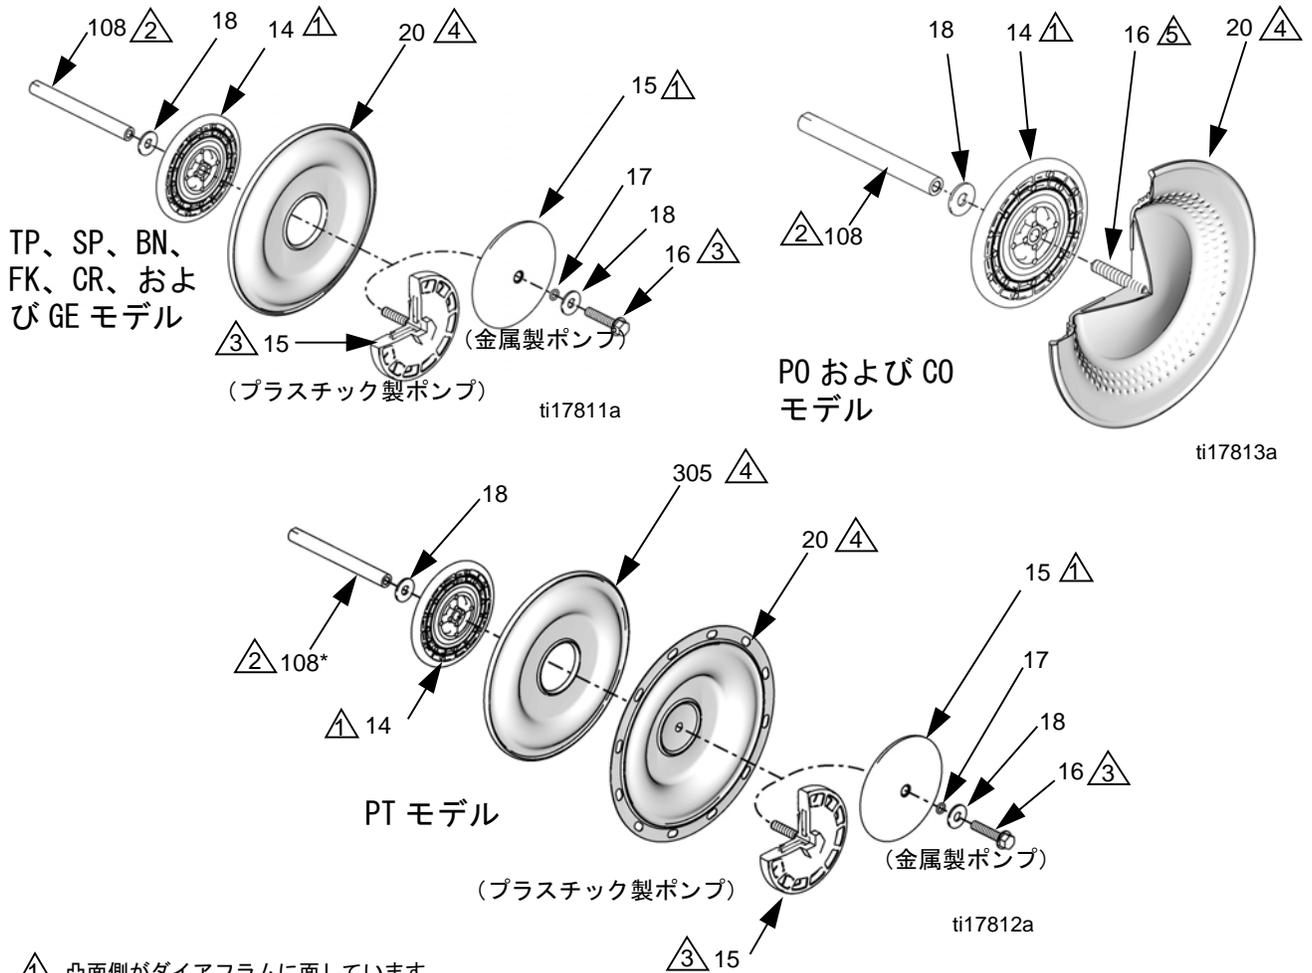

図 7. ダイヤフラムの組み立て
1. ワッシャ (18) と O リング (17) をシャフトボルト (16) に取り付けます。
2. 液体サイドプレート (15)、ダイアフラム (20)、エアサイドダイアフラムプレート (14)、ワッシャ (18) を 図 7 に示されている通りボルトに取り付けます。
3. ボルト (16) スレッドには中程度の強さ (青) のスレッドロッカーをつけます。手で固くボルトをシャフトに固定します。
7. 液体カバー (2) を再度取り付けます。矢印 (A) はエアバルブの方向に向ける必要があります。トルクの指示、(20 ページ) を参照してください。
1. ダイアフラム (20)、エアサイドダイアフラムプレート (14)、ワッシャ (18) を 図 7 に示されている通り液体サイドプレート (15) に取り付けます。
6. 液体カバー (2) を再度取り付けます。矢印 (A) はエアバルブの方向に向ける必要があります。トルクの指示、(20 ページ) を参照してください。